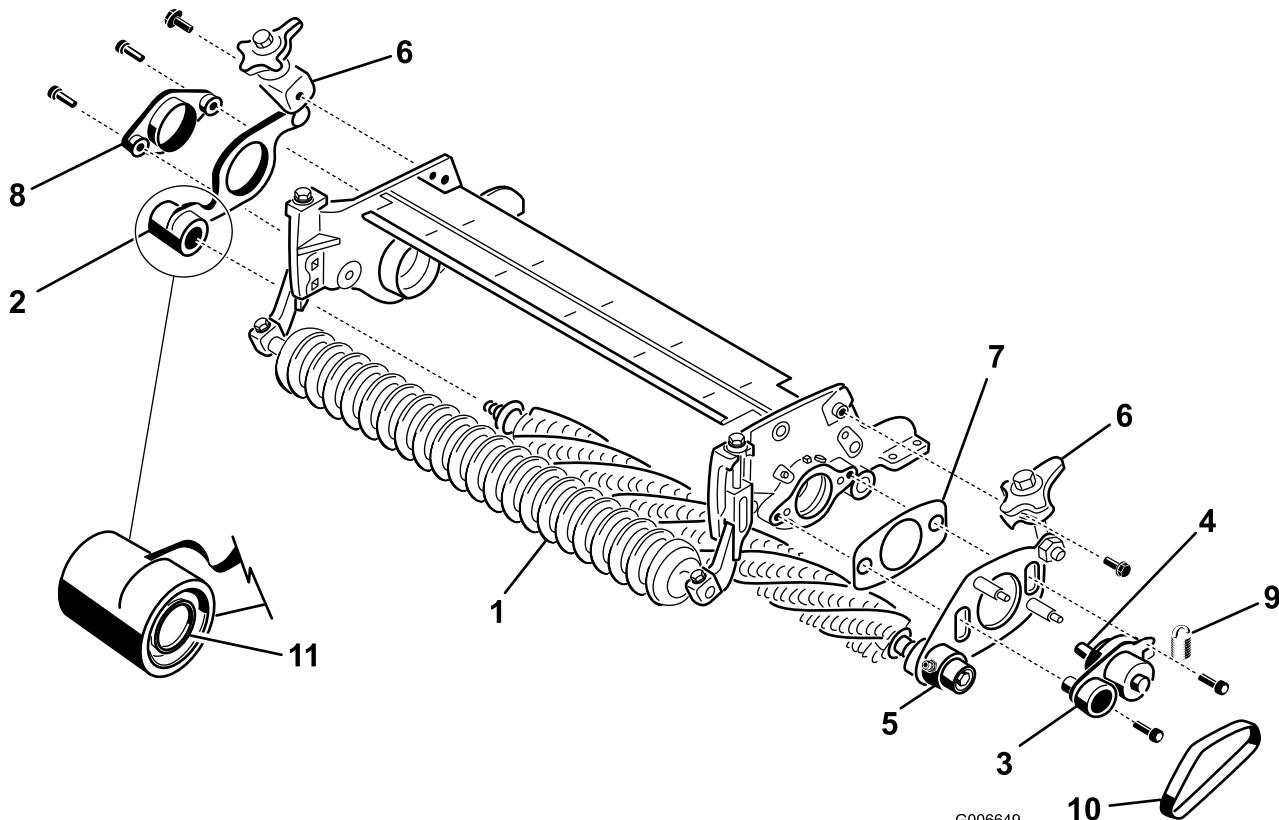

図 24
21. グルーマアセンブリの**非駆動側**に、グルーマプレートを取り付けるグルーマシャフトアセンブリから離して取り付けること図 24。
23. 3/8 x 1 in ソケットヘッドねじ 2 本を使って、カッティングユニットの駆動側にピボットハブ、駆動側グルーマプレート、およびシムを取り付ける図 24。取り付ける前に、ネジ山部分にロクタイト青を塗りつける。
24. グルーマシャフトに非駆動側グルーマプレートを取り付ける図24。シールスプリングを落とさないように注意すること。
25. 3/8 x 1 in ねじ2本を使って、非駆動側ピボットハブを、カッティングユニットのサイドプレートに取り付ける図24。取り付ける前に、ネジ山部分にロックタイト青を塗りつける。
27. 3/8 x 3/4 in フランジヘッドボルトを使って、クイックアップレバーアセンブリをサイドプレートに取り付ける図24。
28. プーリにグルーマベルトを取り付ける図 24。ベルトのリブが、各プーリの溝にきちんとはまるように取り付けること。